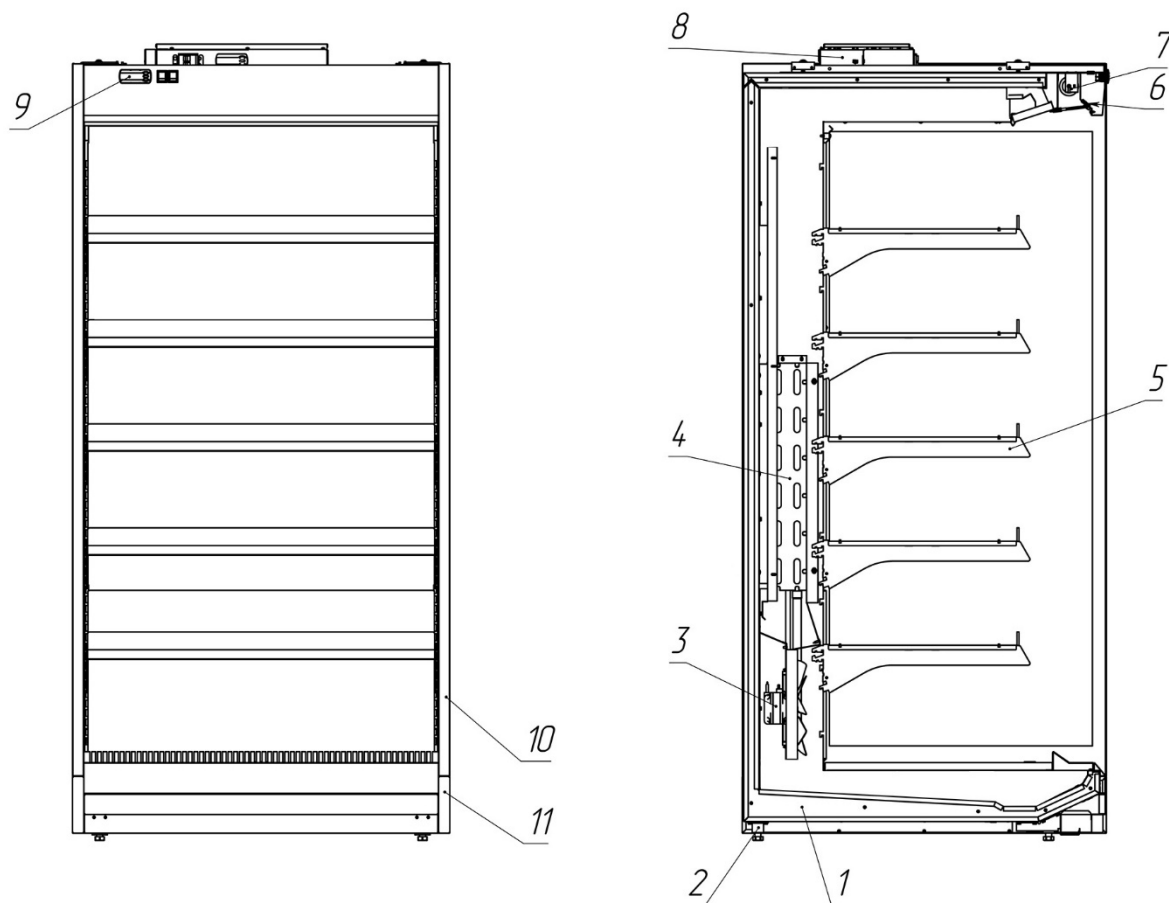

Рисунок 2 – Размещение основных узлов и комплектующих
- на пульте управления (поз.6 рис.2) установить автоматический выключатель питания в положении соответствующее состоянию «ВКЛ». Включите освещение выключателем;